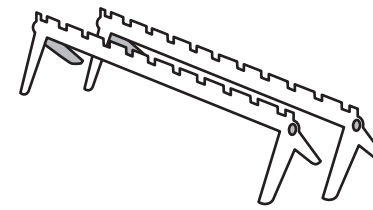
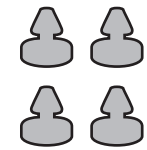
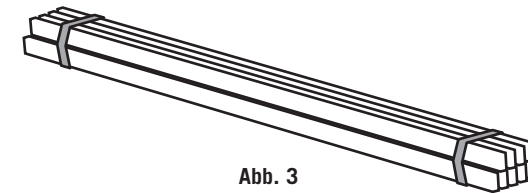

Abb. 1
Abb. 2
Abb. 3
- SIMPLON 90: 2 Gestelle (Abb. 1), 4 GummifüÙe (Abb.2), 11 Latten (Abb. 3)
- SIMPLON 160: 2 Gestelle (ähnlich Abb. 1), 4 GummifüÙe (Abb.2), 19 Latten (ähnlich Abb. 3)
- SIMPLON 180: 2 Gestelle (ähnlich Abb. 1), 4 GummifüÙe (Abb.2), 22 Latten (ähnlich Abb. 3)